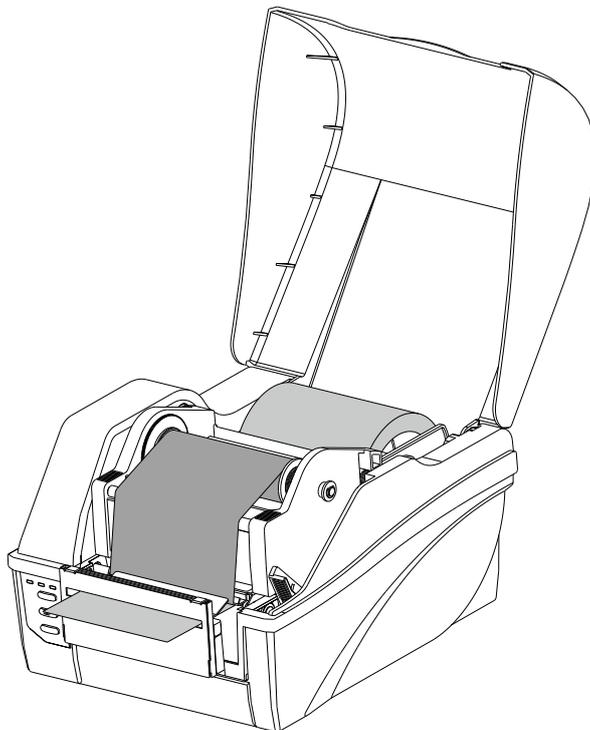

图 2-18 安装纸卷
3. 安装好纸卷（具体请参考 2.3.4.1 标准模式），注意标签纸需从切刀中间穿出，如图 2-18 所示。